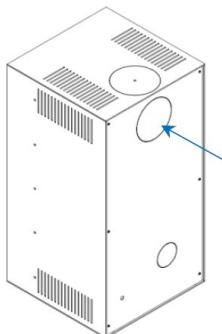

Fig. 6
- 1- Staccare il pannello posteriore del dispositivo svitando le 6 viti (fig. 6). Quindi sollevare il pannello posteriore e rimuoverlo.